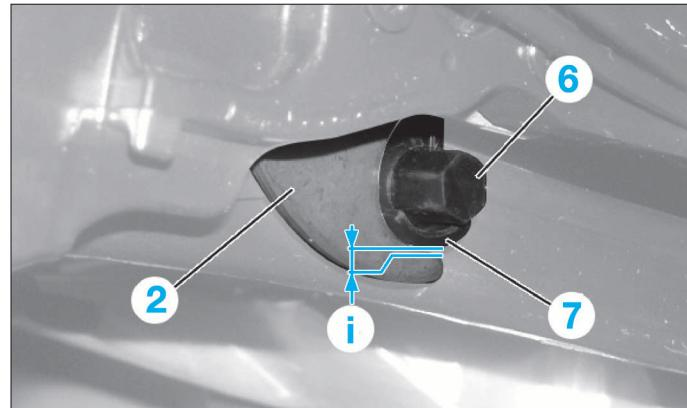
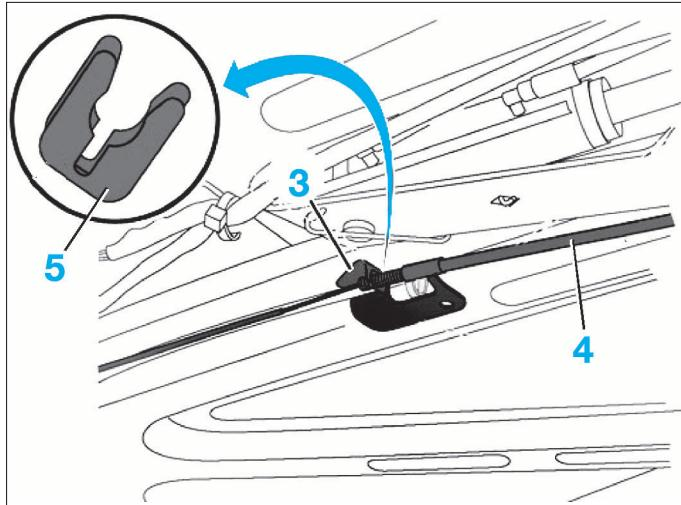
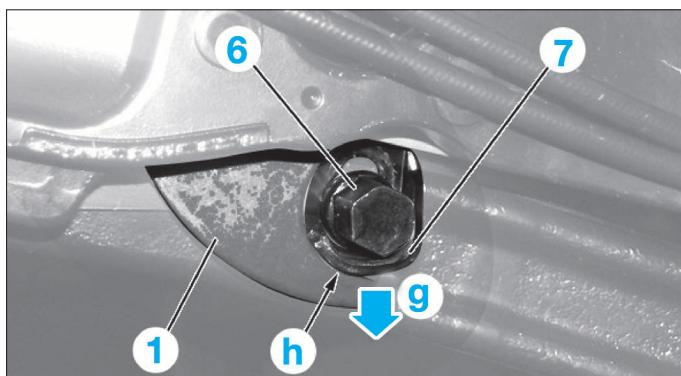

FIG. 102
FIG. 100
FIG. 101
- Mettre en place le clip (5) neuf sur le système de réglage (3) du câble (4) (Opérations symétriques) (Fig.100).
- Mettre en place l'agrafe (5) de maintien du câble (4) sur le pavillon (Opérations symétriques).
- Déposer la vis (6) (Fig.101).
- Enduire le filetage de la vis (6) de frein-filet (LOCTITE 243).
- Reposer la vis (6).
- Mettre la vis (6) en appui sur l'excentrique (7).
- Tirer l'excentrique (7) vers le bas en (g).
- Mettre en appui l'excentrique (7) sur le verrou de custode (1) (h).
- Serrer légèrement la vis (6).
- Régler la hauteur entre l'excentrique (7) et le verrou de custode (2) (Fig.102).
- Serrer la vis (6).
- Contrôler le réglage de l'excentrique (7).
- Corriger le réglage de l'excentrique (7) si nécessaire.